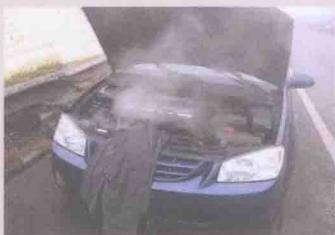

图 1-2 冷却液沸腾
(1) 引起烫伤的原因
- 如图 1-2 所示,发动机温度过高,冷却液沸腾,操作人员打开散热器盖时被喷射出的蒸气烫伤。